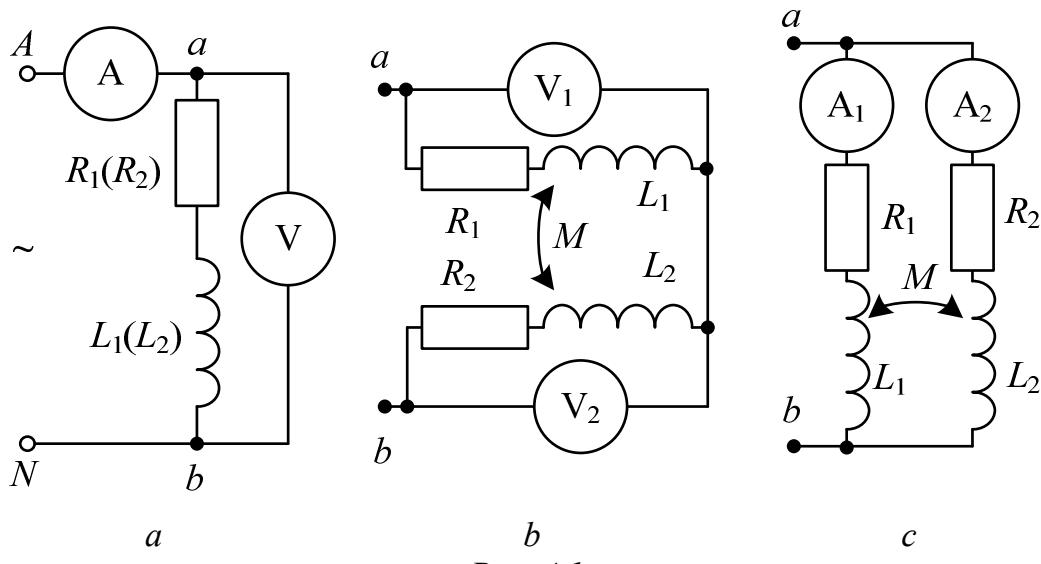

Рис. 4.1.
В работе используется электрическая цепь, схема которой показана на рис. 4.1.
По ходу работы в схеме изменяется ее правая часть (между точками  $a$  и  $b$ ). Левая же часть, содержащая источник и амперметр, остается неизменной. На зажимы цепи подается фазное синусоидальное напряжение трехфазного источника с  $f = 50$  Гц (на рис. 4.1 эти выводы помечены буквами  $A$  и  $N$ ). Одноковые катушки по 900 витков каждая помещены на двухстержневой магнитопровод с воздушным зазором. Это обеспечивает практически неизменные параметры катушек в исследуемых режимах работы. Для перехода от их согласного включения к
- Собрать схему, показанную на рис. 4.1,*a*. Провести измерения, поочередно подключая каждую из катушек к зажимам *ab*. Рассчитать параметры катушек  $Z$ ,  $X$ ,  $L$  по формулам (1), приведенным в разделе «Пояснения к работе». Показания приборов и результаты вычислений внести в табл. 4.2.
- Собрать схему с последовательным соединением катушек (рис. 4.1,*b*). Провести измерения при их согласном и встречном включении. Показания приборов внести в табл. 4.3. Сюда же записать значение напряжения  $U$  из табл. 4.2.
- Вычислить эквивалентные параметры последовательного соединения катушек. При этом подсчитать суммированием  $R_{\mathcal{E}} = R_1 + R_2$ , а остальные величины по тем же формулам (1), что и в п. 2. Определить
6. Собрать цепь с параллельным соединением катушек (рис. 4.1, c) и записать показания приборов при встречном и согласном включении в табл. 4.5. Сюда же записать значение напряжения  $U$  из табл. 4.2.